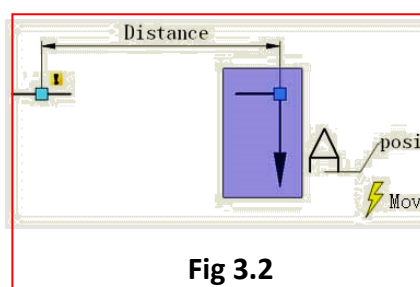

Fig 3.2
2. Wybierz razem obiekty do rozciągania oraz parametr punktu "pozycja", co pozwala na przemieszczanie się tekstu i symbolu przekroju razem (Rys. 3.2).